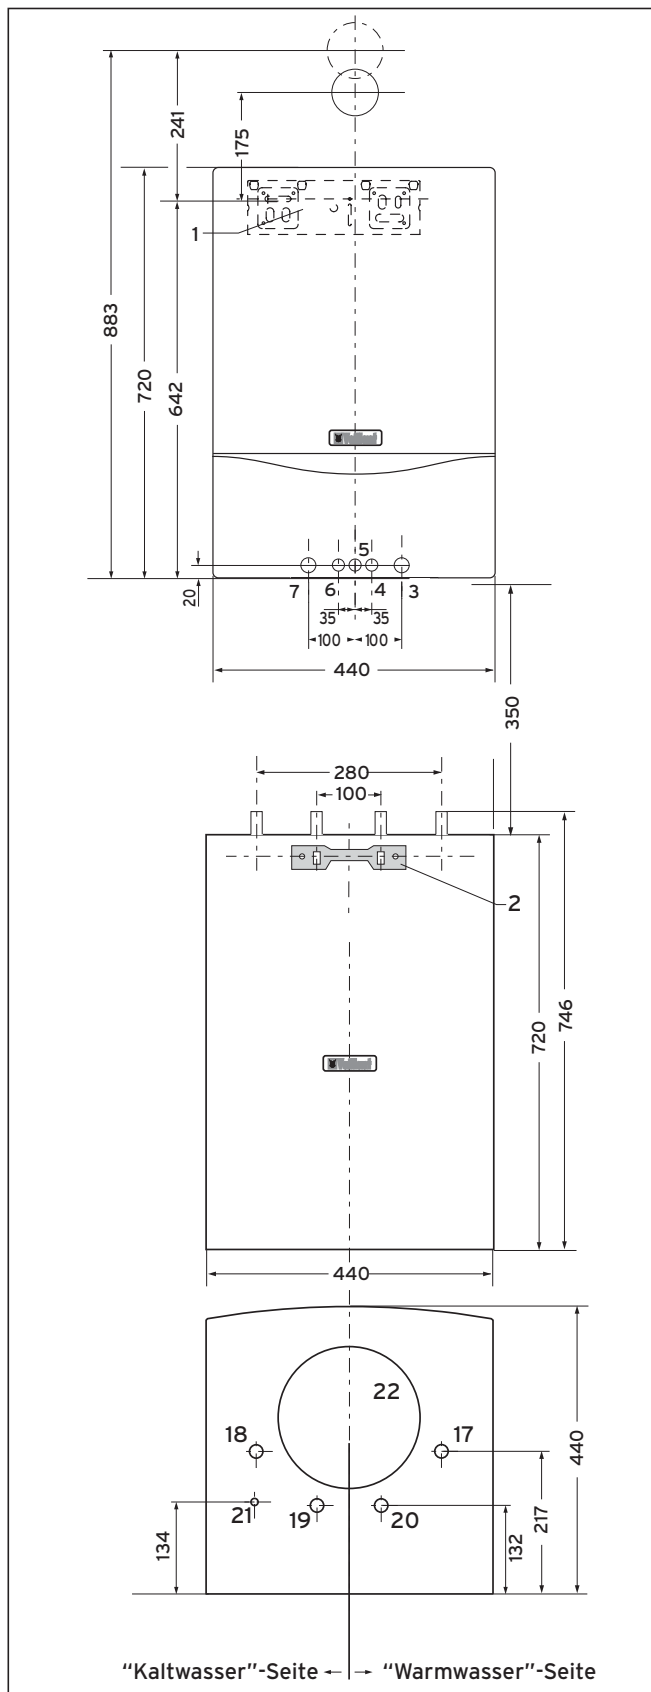

Abb. 4.3 Abmessungen bei Montage unter dem Heizgerät
- Bohren Sie die Löcher für die Befestigungsschiene entsprechend Abbildung 4.3.